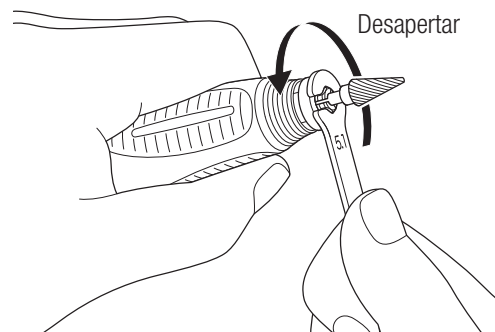

Fig. 8
- 2) Rode o sistema de fixação no sentido contrário ao dos ponteiros do relógio com a chave de aperto incluída com o produto (Fig. 8).